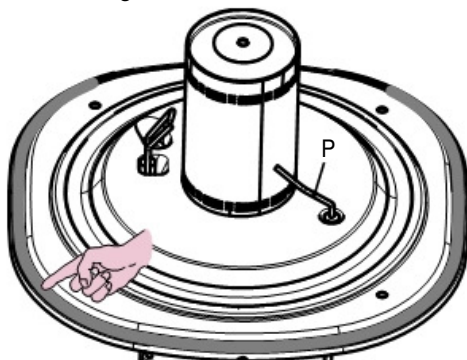

Figura 9.9
- La junta de silicona de la pared frontal de la cámara de combustión (Figura 9.9) debe cambiarse si está deteriorada, y en cualquier caso obligatoriamente cada 2 años.
- El electrodo de detección (P en la Figura 9.9) funciona también como sensor para la descarga correcta del condensado. Si este electrodo entra en contacto con agua de condensación contenida en la cámara de combustión, pone la caldera en bloqueo de seguridad. Por lo tanto, si se percibe que el